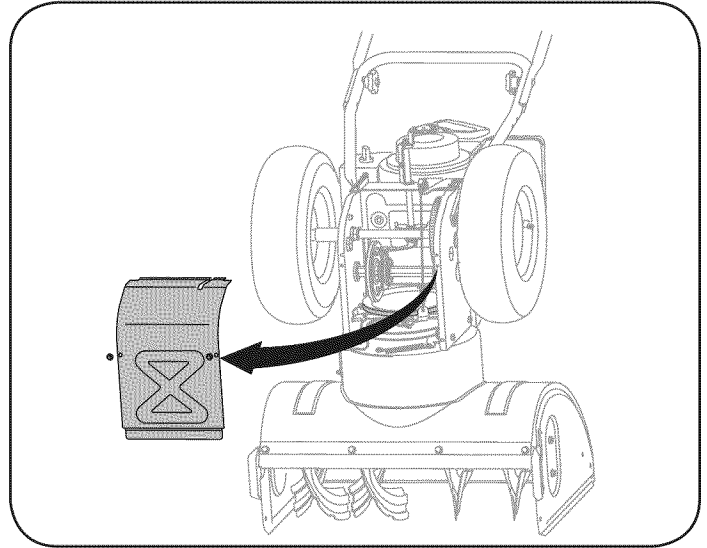

Figura 30
5. Saque la cubierta del marco desde debajo de la máquina quitanieve retirando los tornillos autorroscantes que la aseguran. Vea la figura 30.
- Saque la cubierta del marco desde debajo de la máquina quitanieve retirando los tornillos autorroscantes que la aseguran. Vea la figura 30.